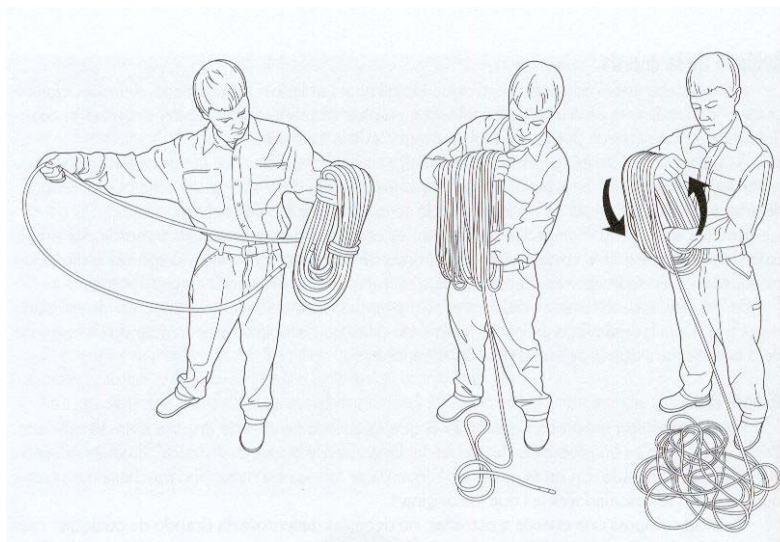

Figura 3. Cómo desenrollar una cuerda nueva
- Desenrollado de una cuerda nueva:** Cuando se compra una cuerda nueva, no se debe desenrollar tirando de cualquier manera de uno de los cabos, ya que se formarán de treinta a cuarenta rizos en la cuerda. Si se desenrolla lazada por lazada, como si la desovillásemos, la cuerda se mantendrá “neutra” (Ver figura 3).